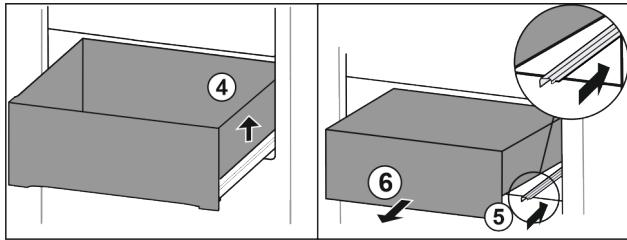

Fig. 88
- 抬起抽屉右侧。 Fig. 88 (4)
- 推入右侧轨道。 Fig. 88 (5)
- 朝前取出抽屉。 Fig. 88 (6)